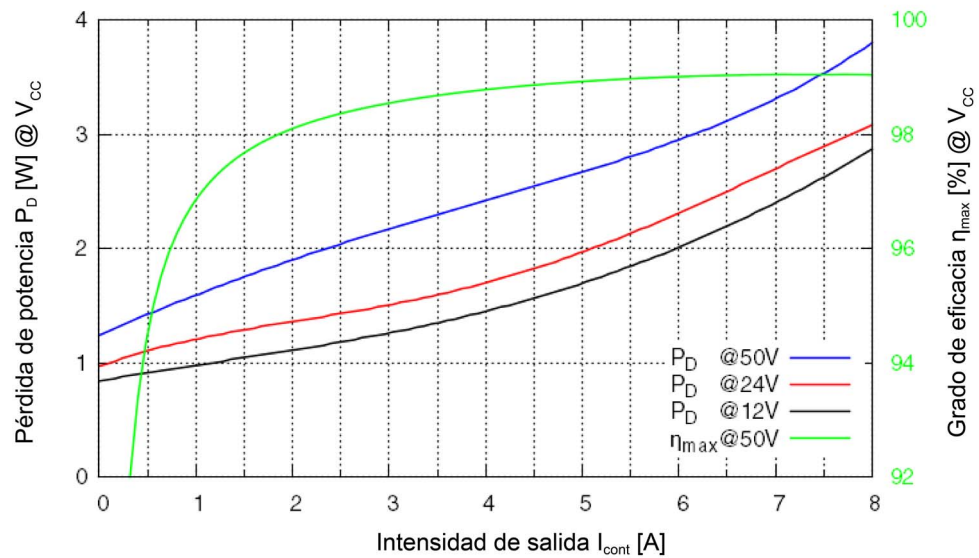

Figura 2-1 Pérdidas de potencia y rendimiento
Rango ampliado ^{*1)}	Module 50/8: +45...+85 °C Module 50/8 HE: +65...+92 °C Derating →Figura 2-1
2) →Figura 2-1